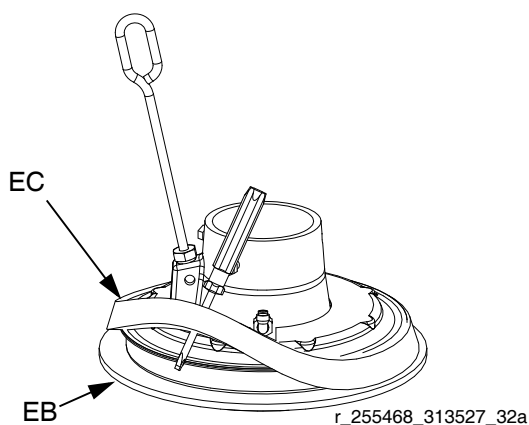

FIG. 18: Instalar o espaçador
3. *A partir do topo*, utilize uma chave de fenda para colocar o espaçador (EC) entre o flange e as escovas (EB). Consulte a FIG. 18.